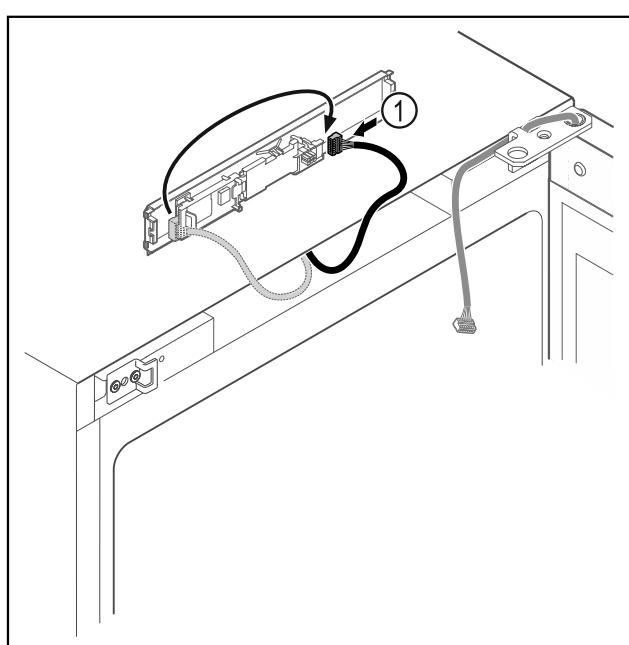

Fig. 11
- Ponovno spojite utikač Fig. 11 (1) na tiskanu pločicu.